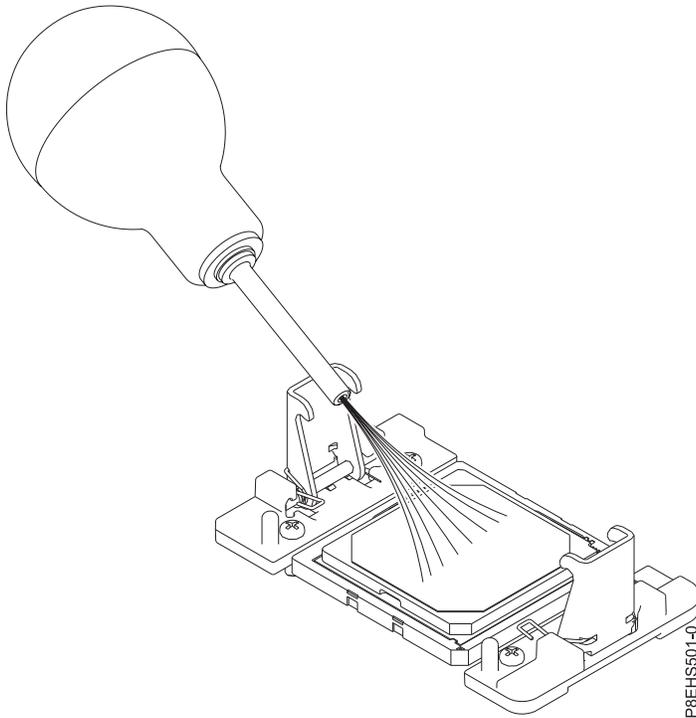

図 71. システム・プロセッサ・モジュールの領域からほこりやごみを除去
- a. ほこりやごみが付着している場合は、提供されているエアポンプ (部品番号 45D2645) を使用してシステム・プロセッサ・モジュールの領域をきれいにします。システム・プロセッサ・モジュールの中央から四方に向けて空気を少しずつ吹き出します (76 ページの図 71 を参照)。76 ページの図 71 に示すようにエア・ポンプが組み立てられていない場合は、チップをバルブに固定します。